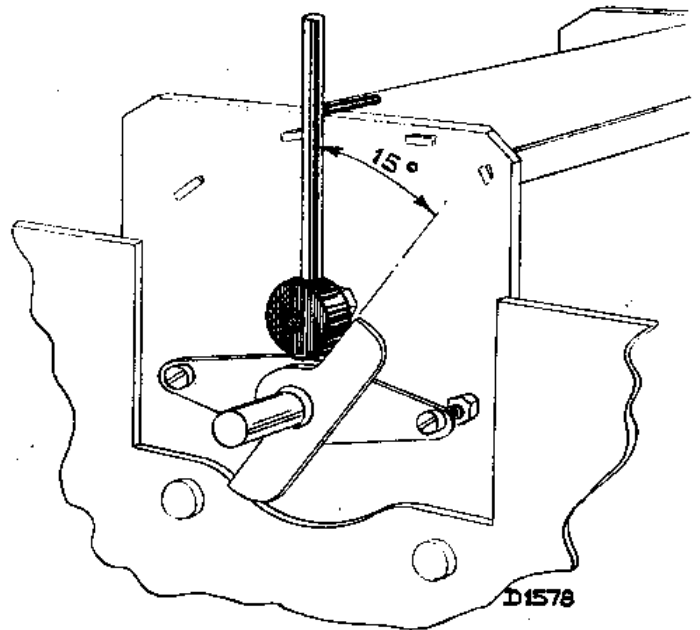

Fig. 6
1. Placer un calibre de 15° (fig. 6).